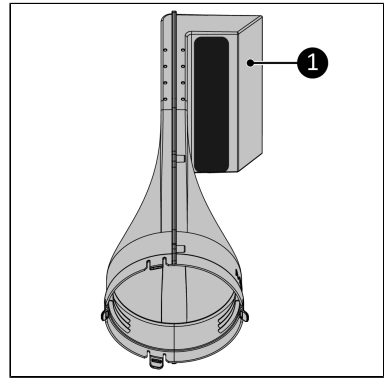

Figure 173.
4. Placez le Way-out devant vous. Assurez-vous que l'ouverture ronde soit en face de vous (Figure 173).
5. Assurez-vous que la sortie d'air (Figure 173, pos. 1) soit dirigée vers la droite.